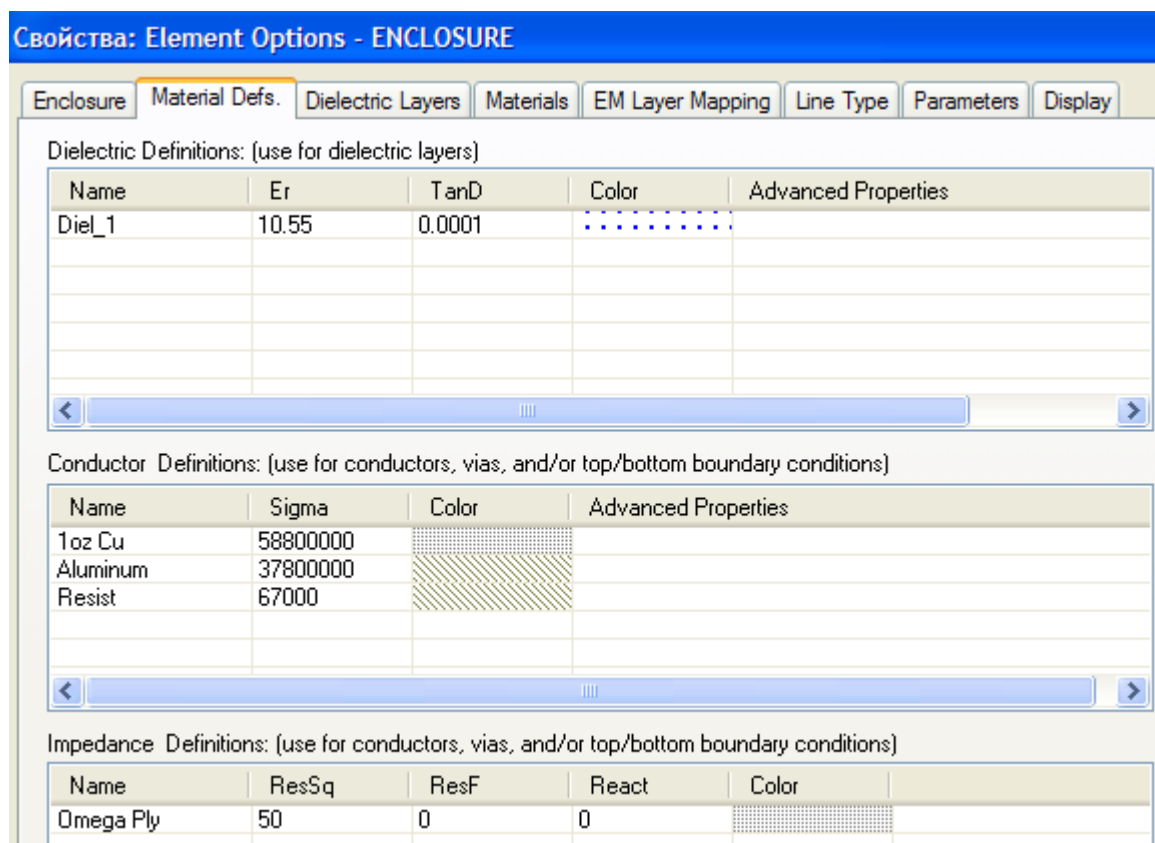

Рис. 7.5. Окно установки параметров материалов электромагнитной структуры
5.7.3. На вкладке «Material Defs» в области «Dielectric Definitions» для диэлектрического слоя «Diel_1» ввести «Er=10.55», «TanD=0.0001». Для области «Conductor Definitions» щёлкнуть мышью по кнопке «Add», чтобы добавить материал проводника. Откроется дополнительное диалоговое окно «Add Conductor». В поле «Presets» (Предварительные установки) ввести «Aluminum» и нажать «ОК». Снова щёлкнуть мышкой по кнопке «Add», в поле «Presets» ввести «Resist» и нажать «ОК». Вкладка «Material Defs» будет выглядеть, как показано на рис. 7.5.